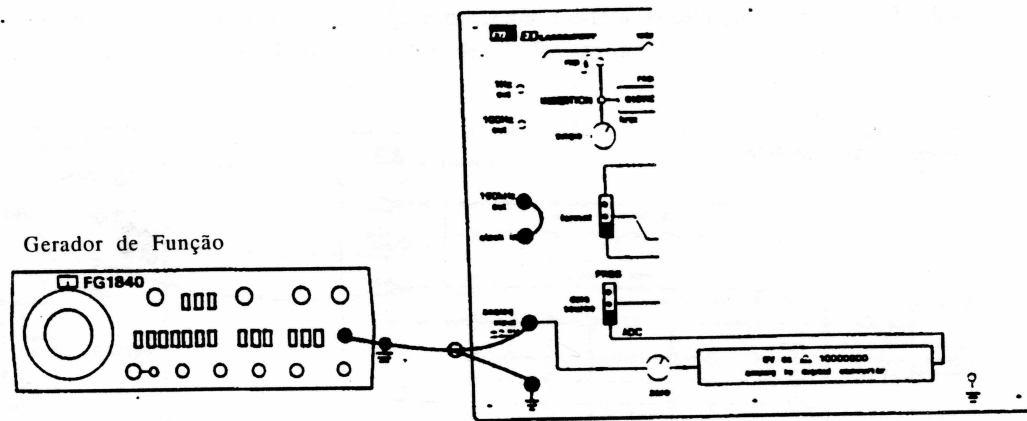

Figura 3: Entrada analógica para sistema digital
1. Na sequência enviar um sinal analógico que deve ser primeiro convertido na forma digital. O gerador de dados tem um conversor analógico-digital (ADC) no próprio módulo. Selecione o ADC, usando a parte do canto esquerdo do módulo, figura 3.
3. Agora conectar o gerador de função (figura 3) para fornecer um sinal analógico. Selecionar no gerador de função para o procedimento: onda triangular; 4 Vpp, 0,01Hz.